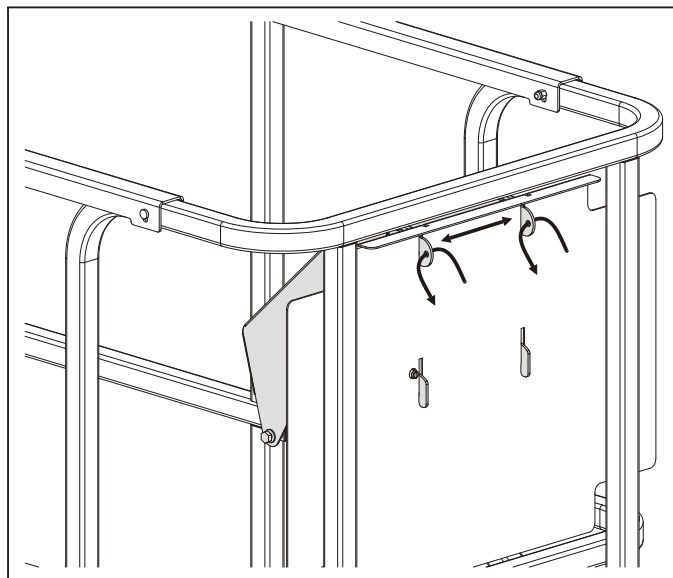

Рис. 3-8. Прикрепление пульта управления к платформе
6. Поверните селекторный переключатель питания в положение «Выкл.» и извлеките ключ, чтобы деактивировать машину и предотвратить возможность ее несанкционированного использования. Можно также прикрепить пульт управления с платформы к монтажной пластине, см. Рис. 3-8.